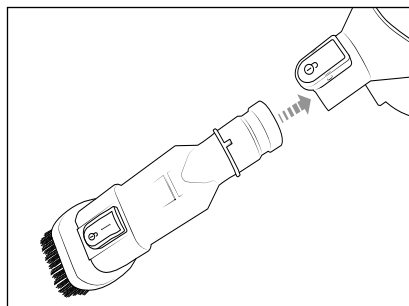

Fig. 8
- ◆ Faites glisser la brosse universelle 2 en 1 **8** sur l'orifice d'aspiration de l'appareil jusqu'à ce qu'elle s'enclenche de manière audible (voir fig. 8).